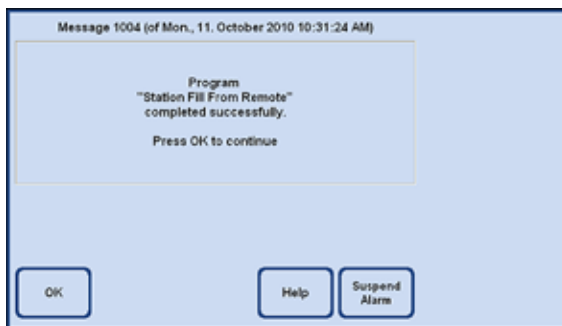

Fig. 173
- Depois que a lavagem foi concluída, uma mensagem é exibida (Fig. 173), informando que enchimento remoto foi concluído. Para finalizar o processo, pressione **OK**.